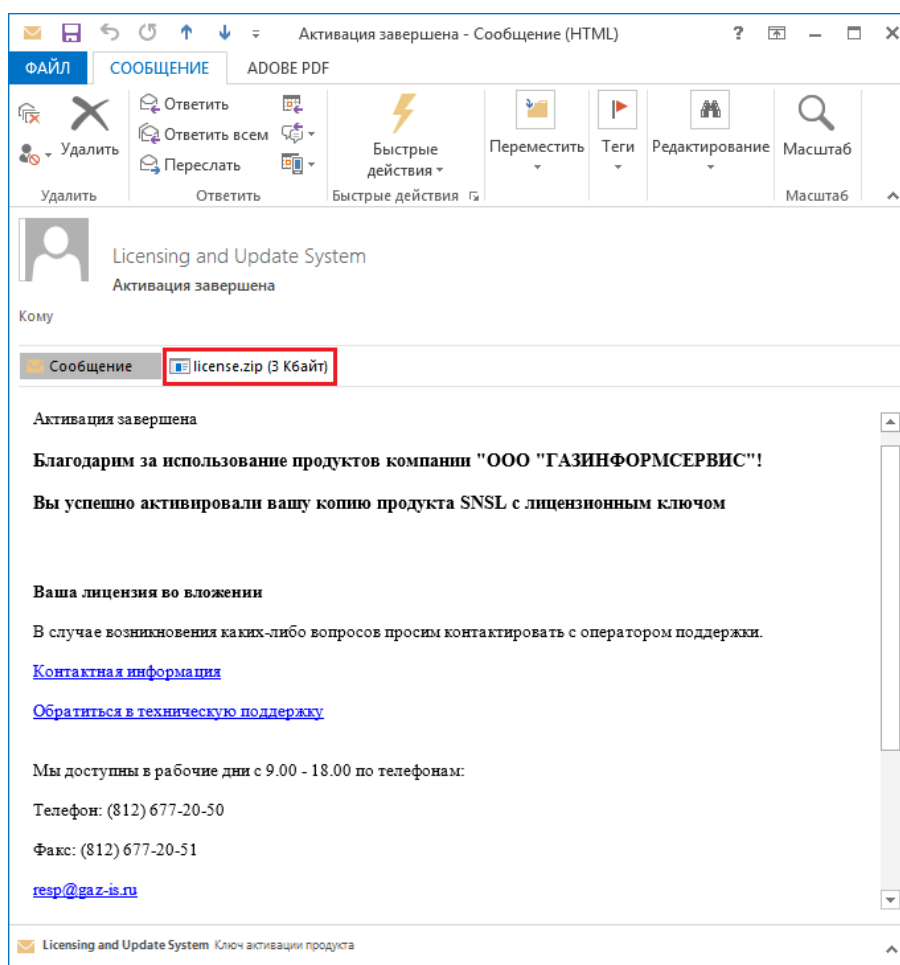

Рисунок 5.15 – Пример письма с лицензионным ключом license.bin
5.11 При успешном действии на адрес электронной почты, указанной при активации лицензии (рисунок 5.8), будет отправлено письмо с лицензионным ключом **license.bin**4 (рисунок 5.15).